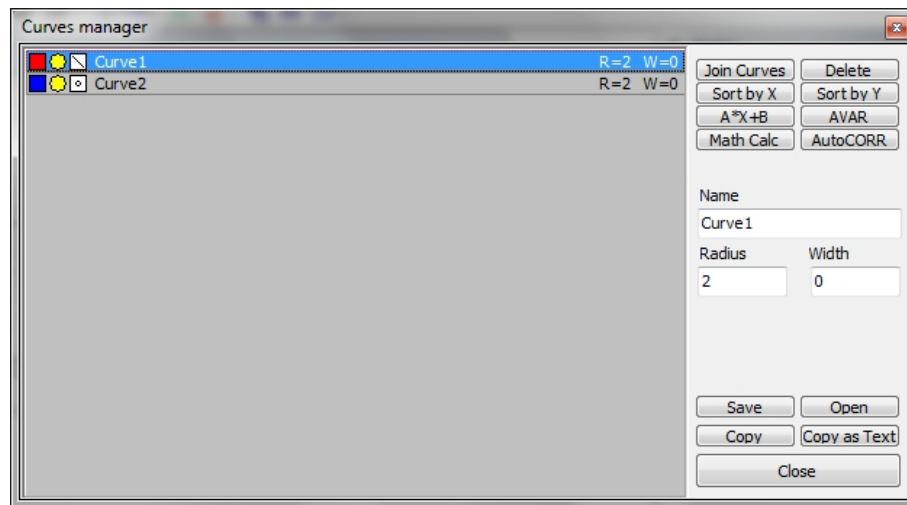

Рис. 16: Окно менеджера кривых двумерного окна.
Пункт меню **CurvesManager** открывает окно диспетчера кривых, показанное на рис. 16. В списке слева перечислены все существующие кривые. Символы левее названия кривой означают следующее: первая пиктограмма - цвет кривой (по щелчку курсором мыши на этой пиктограмме появляется контекстное меню, в котором можно выбрать цвет кривой), вторая пиктограмма - символ, обозначающий видимость точек кривой (если кружок желтый, то точки видимы, черный кружок означает невидимость точек кривой), щелчок курсором мыши на этой пиктограмме меняет состояние видимости кривой на противоположное, последняя пиктограмма - символ, показывающий соединены ли точки линией друг с другом (символ с маленьким кружочком означает, что линии не соединяются друг с другом), щелчок курсором мыши на этой пиктограмме меняет состояние соединенности точек кривой на противоположное. Правее названия кривых указаны радиус точек (R) и ширина линии, соединяющих точки (W). Справа по центру расположены 3 строки ввода,